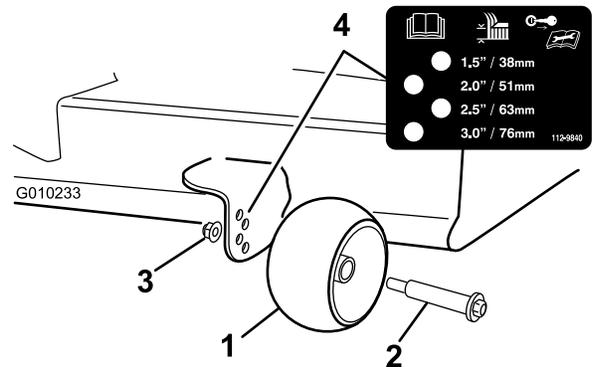

図 30
3. 芝削り防止ローラ図 30を、一番近い刈高位置に合わせる。